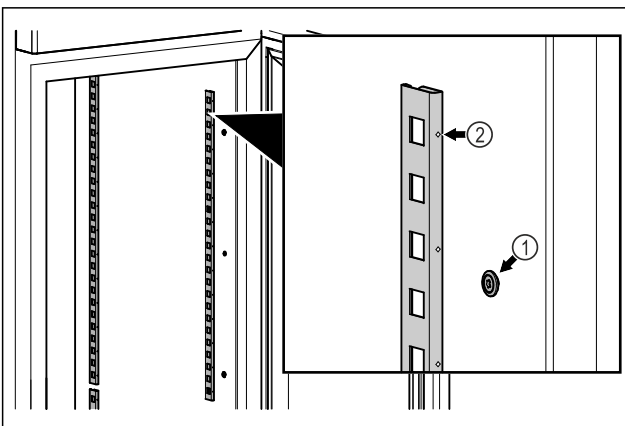

Fig. 79 Voorbeeld
- Vastzetstrips in de ophanging Fig. 79 (1) haken. Markering Fig. 79 (2) moet naar voren wijzen.